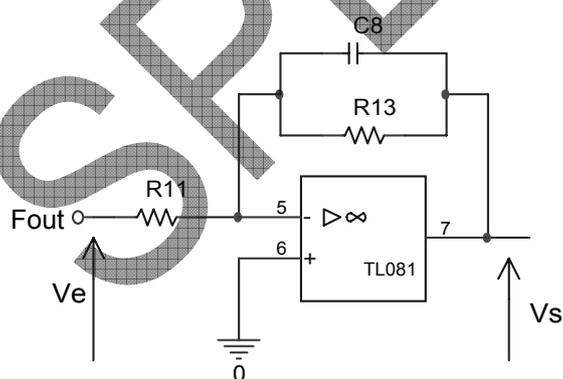

fig.1
Deux schémas son proposés figure 1 et 2.
9.2.2 Calcul de la transmittance schéma fig.1